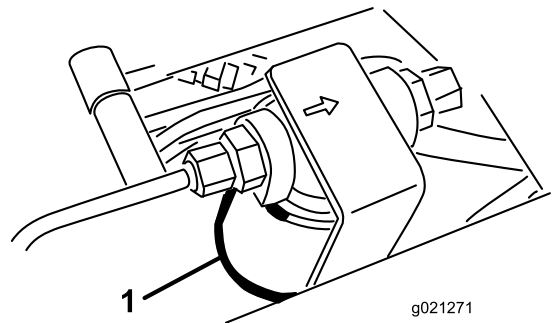
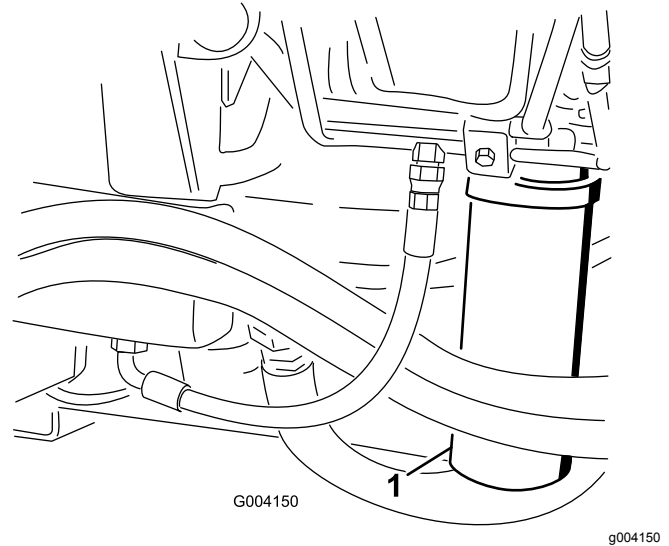

Bild 101
Bild 102
2. Reinigen Sie den Bereich um den Filterbefestigungsbereich und stellen Sie eine Auffangwanne unter den Filter (**Bild 101**) und (**Bild 102**).